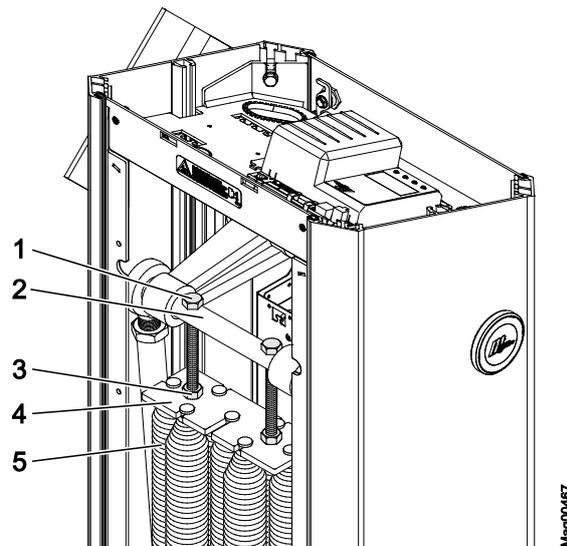

Abb. 48: Ausgleichsfedern Access XL2 und Access XXL einstellen
6. M16-Mutter (Abb. 48, Pos. 3) gleichmäßig lösen.